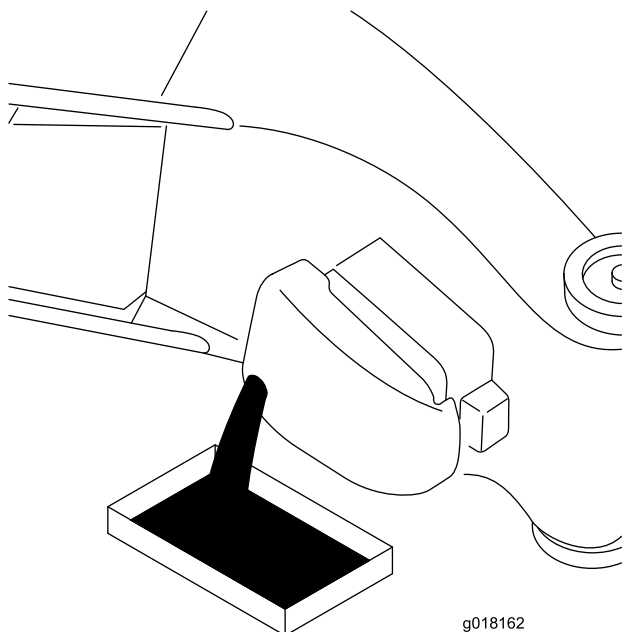

Figura 19
3. Ponga el cortacésped de lado (con el filtro de aire hacia arriba) para drenar el aceite usado a través del tubo de llenado de aceite (Figura 19).